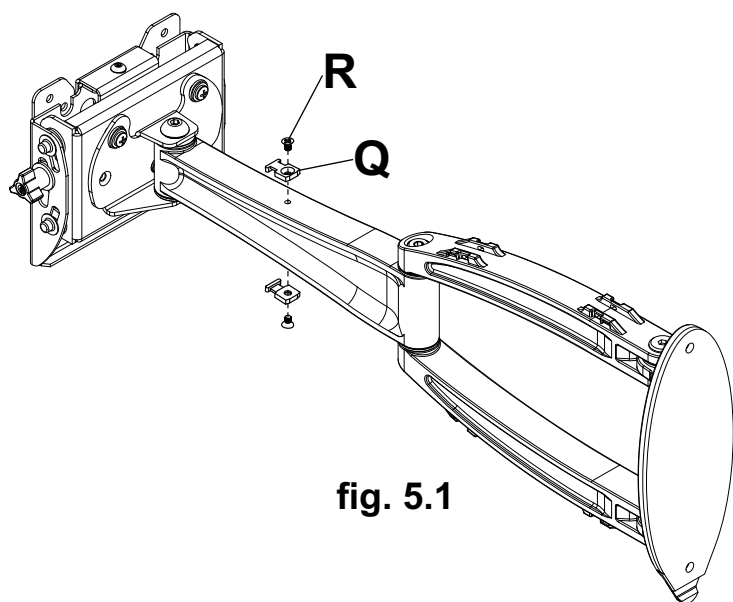

fig. 5.1
- 5-1** Fixez l' ancrage des attaches de câble (Q) au haut ou au bas du bras mural (A) à l'aide d'une vis Phillips 8/32 x 1/4 (R) comme illustré à la figure 5.1.